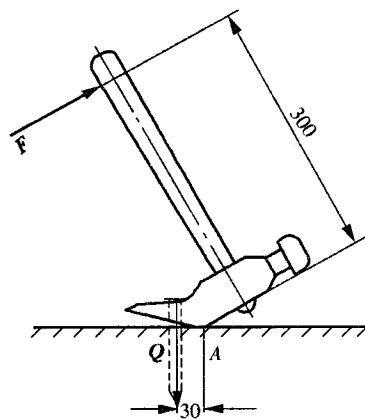

图 2-6
3. 已知垂直于手柄的作用力 $F = 90\text{N}$, 如图 2-6 所示, 问拔起钉子的力 Q 有多大?